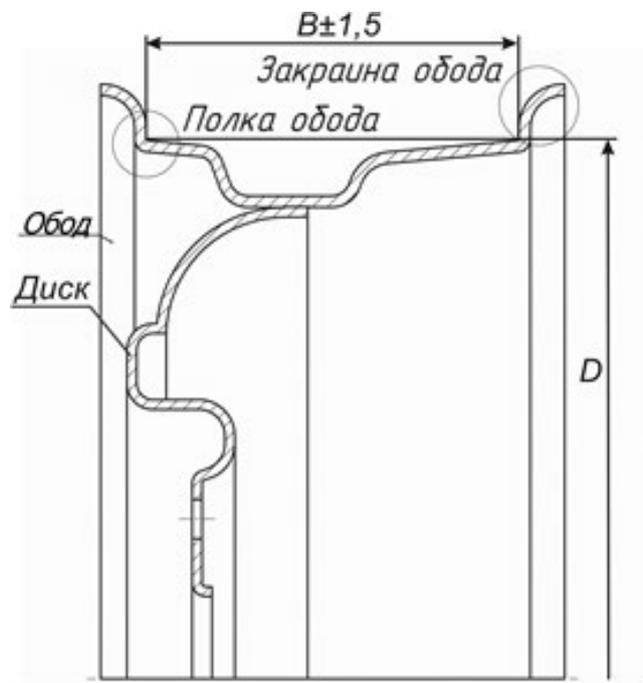

Рисунок 1.1 - Поверхности обода, подлежащие реставрации
1.1 Стенд для правки автомобильных дисков, модель «Титан ST/17», далее по тексту «стенд», предназначен для реставрации деформированных краев и полок ободьев колес легковых автомобилей шириной 4,5...7 дюймов и диаметром 13...17 дюймов (рисунок 1.1). Краины и полки обода реставрируются с помощью дископравного устройства, описанного в разделе 4 настоящего руководства по эксплуатации.
ВНИМАНИЕ! Диск колеса см. рисунок 1.1 реставрации не подлежит.